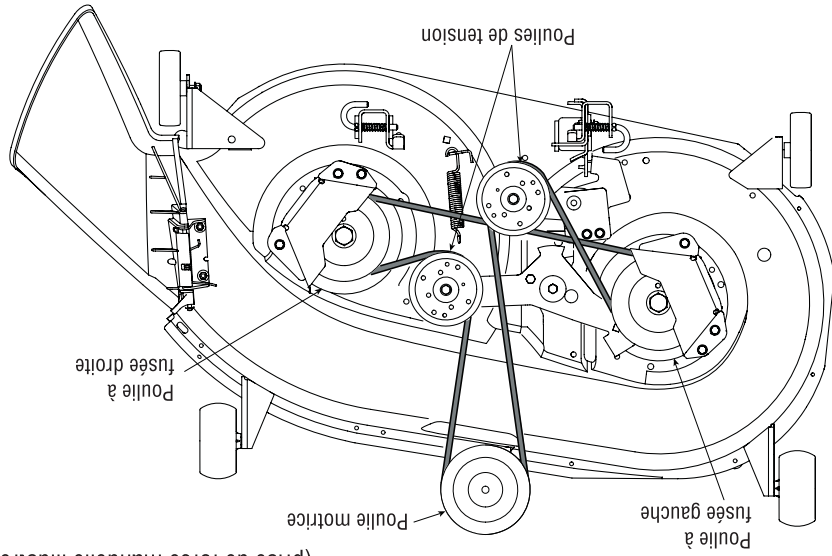

Figure 25
2. Retirez les couvre-courroies en enlevant les vis auto-taranduses qui les maintiennent sur le plateau de coupe. Voir la Figure 25.